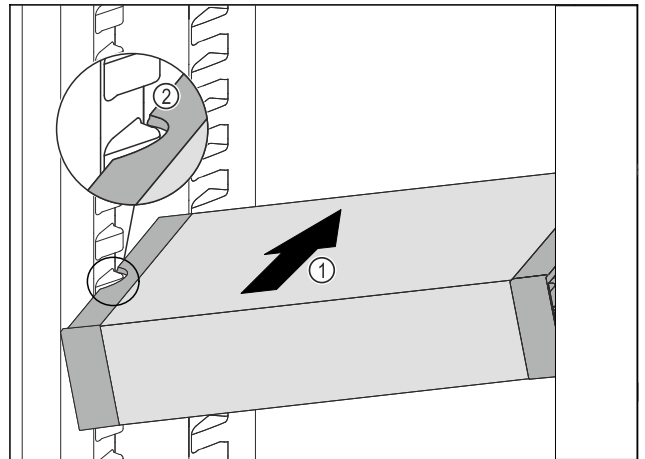

Fig. 104
- Insérer le VarioSafe en biais dans la partie réfrigérateur Fig. 104 (1) jusqu'à ce que les encoches latérales Fig. 104 (2) du VarioSafe se trouvent à la hauteur de la nervure du bac dans la partie réfrigérateur.